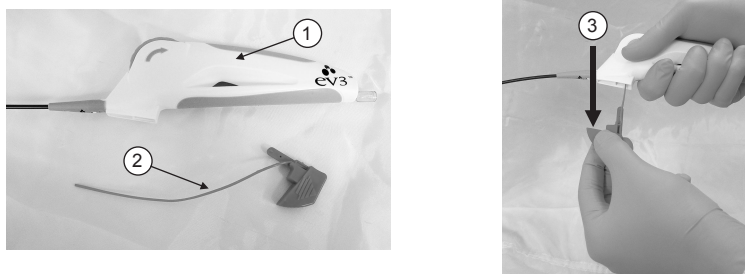

Figura 2. Sistema di rilascio Entrust con il gruppo formato dal pin di bloccaggio di sicurezza e dal tubo
- Rimuovere completamente il gruppo formato dal pin di bloccaggio di sicurezza e dal tubo dall'impugnatura, come illustrato nella **Figura 2**. Se il gruppo formato dal pin di bloccaggio di sicurezza e dal tubo non viene rimosso, lo stent EverFlex potrebbe essere rilasciato parzialmente, non essere rilasciato oppure essere rilasciato con una maggiore forza di rilascio.
Attenzione: rimuovere completamente il gruppo formato dal pin di bloccaggio di sicurezza e dal tubo (2) dall'impugnatura (1), come illustrato nella **Figura 2**. Se il gruppo formato dal pin di bloccaggio di sicurezza e dal tubo non viene rimosso, lo stent EverFlex potrebbe essere rilasciato parzialmente, non essere rilasciato oppure essere rilasciato con una maggiore forza di rilascio.
- Avviare il rilascio dello stent tenendo stabilmente l'impugnatura in posizione e ruotando lentamente la rotella di comando nella direzione indicata dalla freccia presente sull'impugnatura. Fare riferimento alla **Figura 2**.